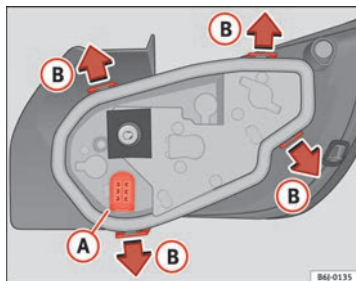

Fig. 163 Remplacement des ampoules des feux arrière
- Retirer le porte-lampes en l'extrayant du boîtier. Appuyez pour cela sur les pattes de fixation (B) dans le sens des flèches ⇒ fig. 163.